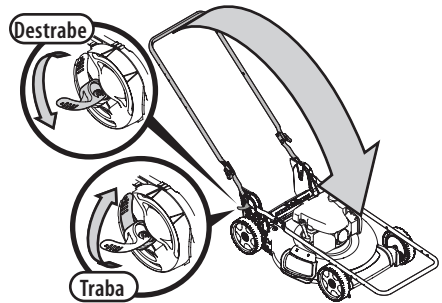

Figura 20
3. Destrabe las dos palancas de liberación de manija. Vea el recuadro de la Figura 20.
4. Pliegue la manija hacia adelante hasta la posición de almacenamiento (Figura 20). No engarce el cable de control de la hoja ni el cable de control de la transmisión (si está equipado) mientras baja el mango.
5. Trabe las dos palancas de liberación de manija. Vea el recuadro de la Figura 20.